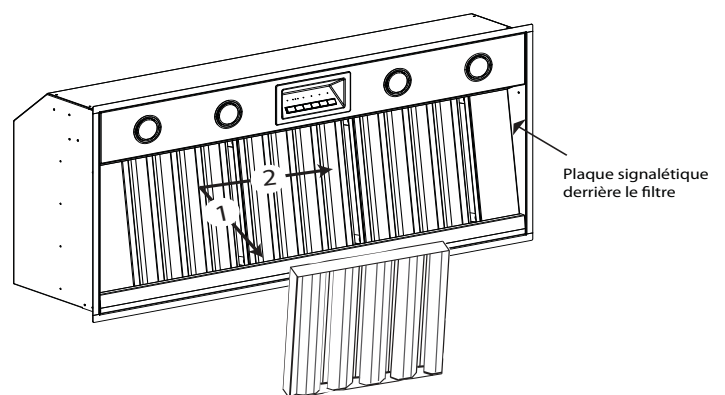

Figure 6 : Data Rating Plate Location
- Les étiquettes des caractéristiques assignées et du numéro de série se trouvent sur les panneaux latéraux de la hotte et sont visibles lorsque les filtres ont été enlevés (*Figure 6 à la page 8*).
La plaque se trouve sur le boîtier, derrière le filtre. Enlevez le filtre pour la consulter (Figure 6).